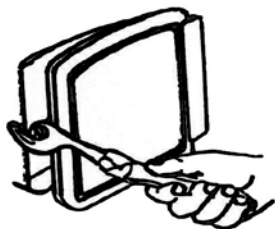

fig. 2
- ouvrir la porte en basculant la poignée vers le haut (voir fig. 2)